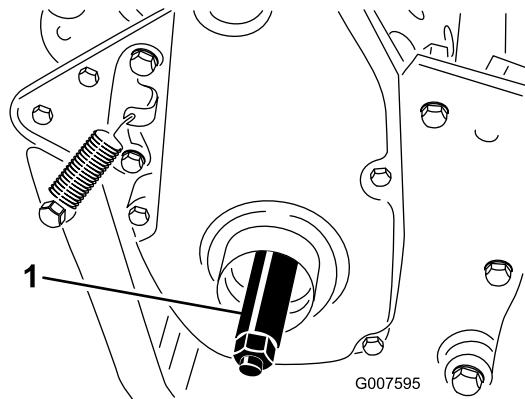

Figura 7
- Inserite l'albero della ruota destra nella puleggia motrice sul lato destro della macchina (Figura 7).